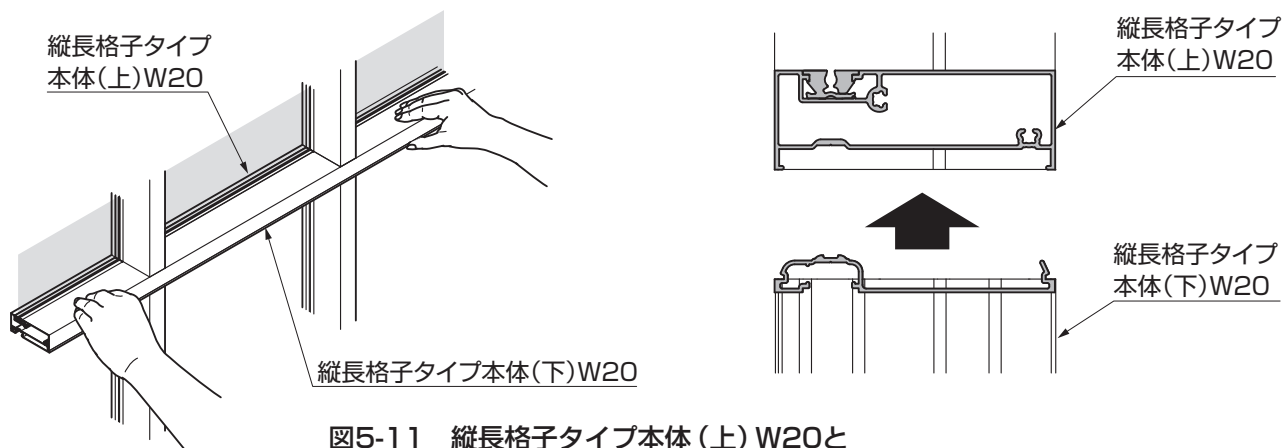

図5-11 縦長格子タイプ本体(上)W20と
- ②縦長格子タイプ本体(上)W20を縦部材に取付けてください。
- ③縦長格子タイプ本体(下)W20を縦長格子タイプ本体(上)W20に【1-1】で連結させ、縦部材に【1-2】で取付けてください。(図5-6、図5-11参照)
- ④格子カバー上下用を縦長格子タイプ本体(上)W20上側と縦長格子タイプ本体(下)W20下側にはめ込んでください。